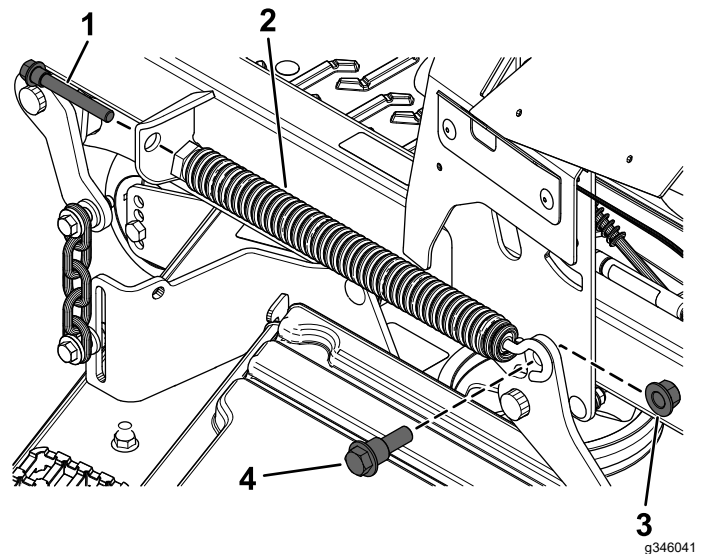

Figure 6
1. Déposez le boulon qui fixe l'avant du ressort de levage du plateau (Figure 6).
2. Retirez le boulon à épaulement et le contre-écrou (1/2") qui fixent l'arrière du ressort de levage du plateau (Figure 6).
3. Déposez le ressort de levage du plateau (Figure 6).